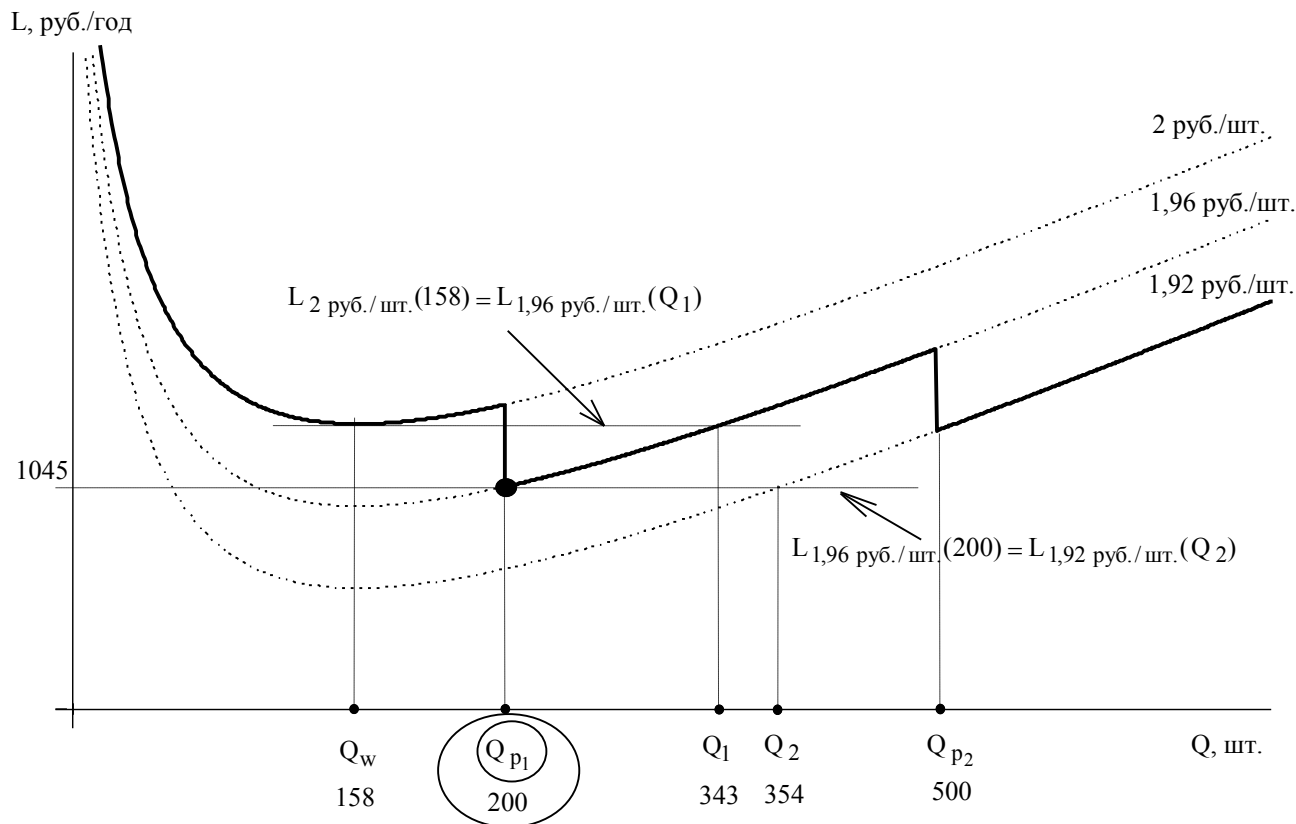

Рис.10 Решение задачи №2 с двумя скидками
1. Строим пунктирными линиями графики трех функций затрат и обозначаем на них соответствующие цены $c = 2$, $c_1 = 1,96$ и $c_2 = 1,92$ (рис.10). Строим на графике точку, соответствующую Q_w .